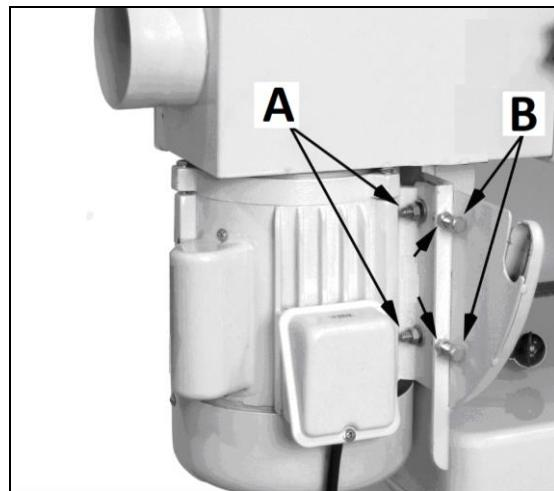

Рис. 15
Слегка ослабьте четыре гайки крепления двигателя (A, рисунок 15) ровно настолько, чтобы с помощью регулировочных болтов (B) можно было изменить движение ленты.